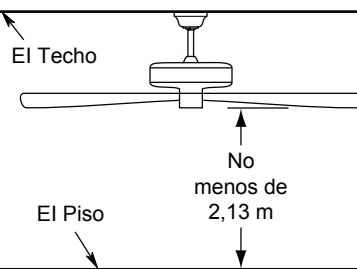

Figura 2
Uso de perfil profundo (Figura 2)
2. Retire el clip de horquilla y pasador de horquilla de la parte inferior de la bola para colgar. Retener el pasador y clip para la reinstalación en el paso 4. (Figura 2)
Debe colgar el ventilador a una distancia mínima de 2,13 m desde las aspas hasta el piso. (Figura 2)
Para evitar una posible descarga eléctrica, asegúrese de cortar la alimentación eléctrica de la caja de fusibles principal antes de alambrado el ventilador. (Figura 2)
2. Coloque y ajuste firmemente la cubierta para el tornillo de la base sobre los tornillos de reborde de la abrazadera para colgar mediante el mecanismo de seguro por giro del chavetero. (Figura 2)
2. Extraiga uno de los tres tornillos del soporte ubicado en la parte interior de la unidad del motor. Guárdelo para después y afloje levemente los otros dos tornillos. (Figura 2)
2. Restaure la fuente de alimentación de la toma de corriente enciendo la electricidad del fusible principal. (Figura 2)